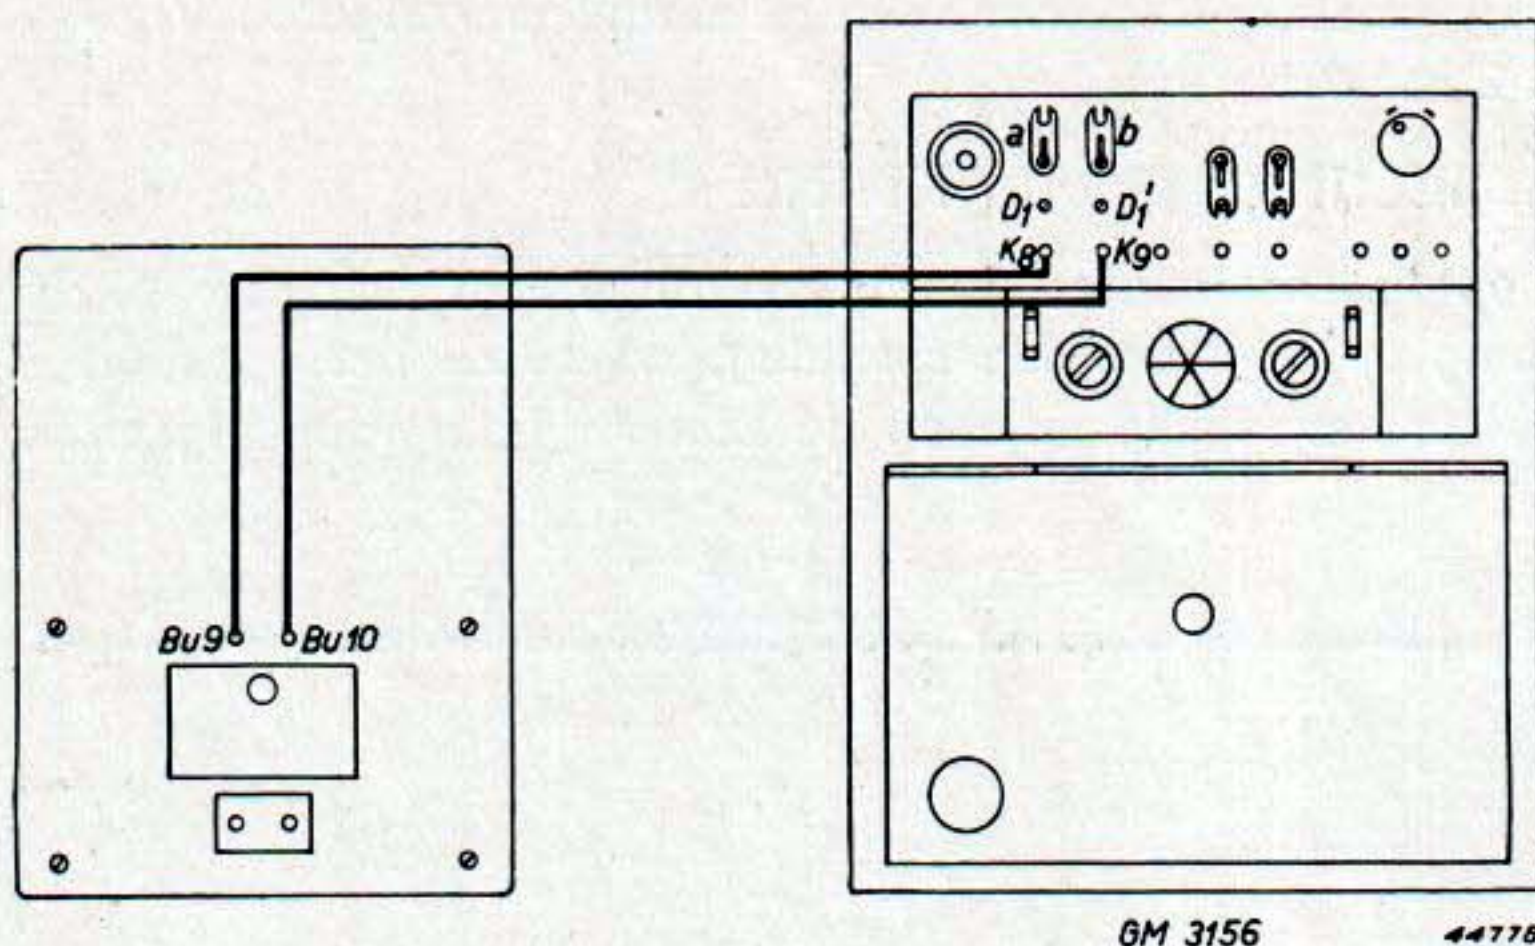

Fig. 6
B. Aansluiting op de GM 3156 (fig. 6)
als in fig. 6 aangegeven.